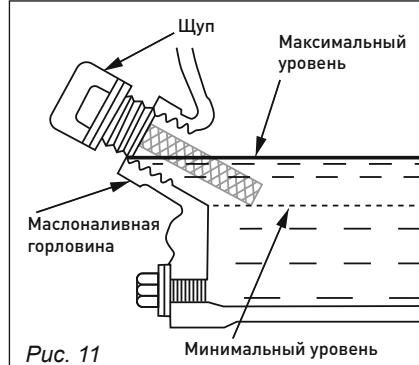

Рис. 11
- Открутите пробку горловины для заливки масла в картер (рис. 11).